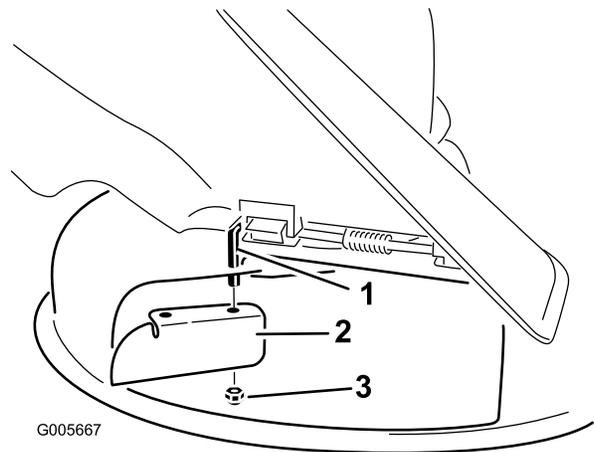

Figura 23
7. Installate il deflettore di scarico sull'asta di rotazione visibile (Figura 23).
3. Staccate il deflettore di scarico dal piatto di taglio (Figura 23).